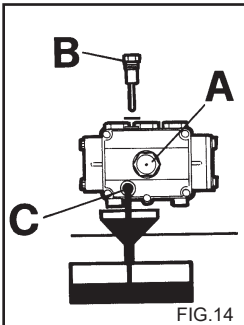

FIG.14
- 2 - Desenroscar el tapón con la varilla de control del nivel (fig. 14).